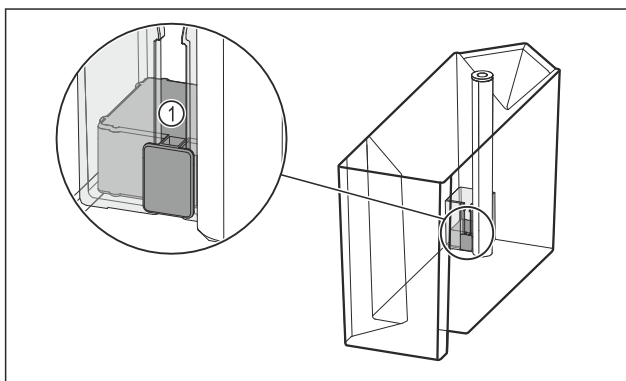

Fig. 98
- ▶ Проверете дали поплавъкът Fig. 98 (1) не се е заклещил. Ако поплавъкът се е заклещил: